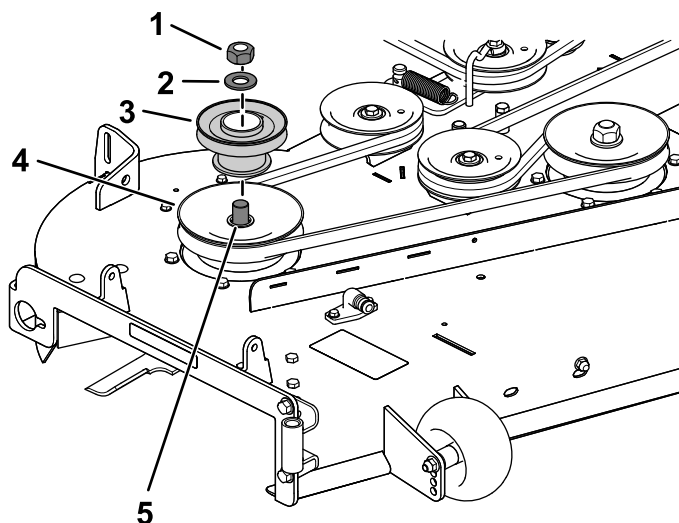

Рисунок 10
2. Установите шкив в сборе на правый шкив деки газонокосилки с помощью снятых ранее гайки и шайбы (Рисунок 10).